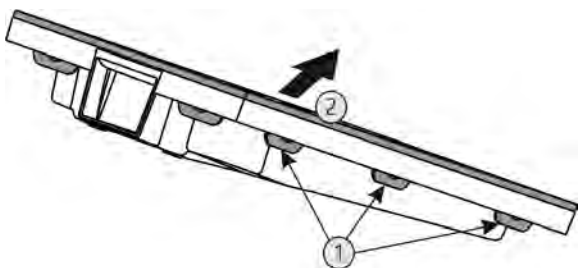

Fig. 39
- ▶ Последовательно нажать на все наклейки Fig. 39 (1) и снять крышку Fig. 39 (2).